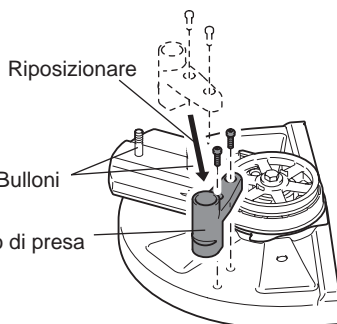

Fig. 5
- (6) Riposizionare il punto di presa. (Fig. 5)